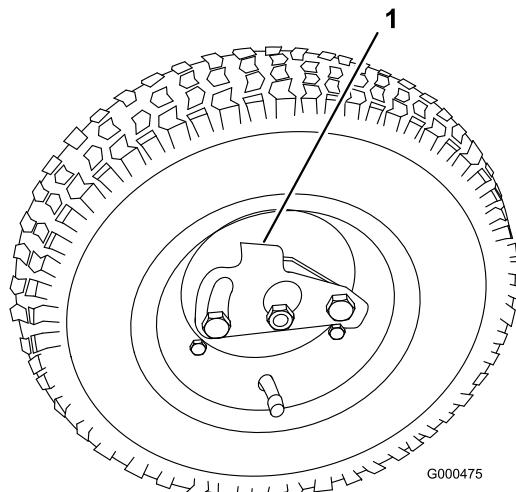

Figura 10
- Premete il clip di bloccaggio verso il centro della ruota, e collocate quest'ultima sull'albero esagonale (Figura 10).